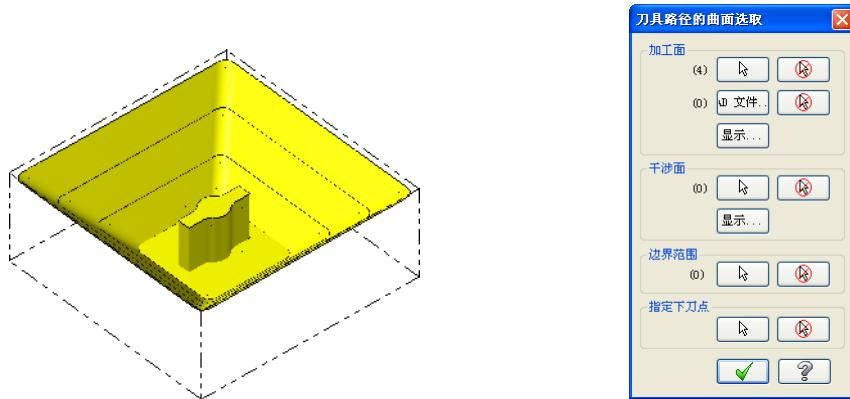

图 10-114 选取曲面
① 选择主菜单中的“刀具路径” | “曲面精加工” | “精加工等高外形”命令，或直接在刀具路径管理器的树状结构图空白区单击鼠标右键，在弹出的快捷菜单中选择“铣削刀具路径” | “曲面精加工” | “外形”命令。
② 根据系统提示框选所有的曲面并按回车键，如图 10-114 所示。最后在弹出的“刀具路径的曲面选取”对话框单击“确定”按钮 。